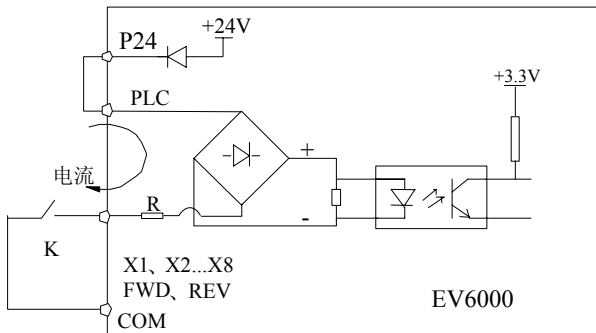

图4-17 使用内部 24V 电源的连线方式
EV6000 多功能输入端子采用了全桥整流电路,如图 4-17 所示。PLC 是 X1~X8、FWD、REV 的公共端子,流经 PLC 端子的电流可以是拉电流,也可以是灌电流。X1~X8、FWD、REV 与外部接口方式非常灵活,典型的接线方式如下:
1) 使用变频器内部的 24V 电源,接线方式如图 4-17。